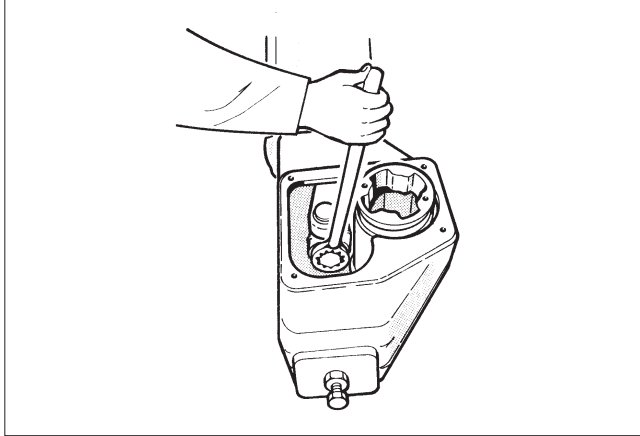

图.8 打开执行机构轴承单元的紧固螺钉
- 拆下外壳盖 (2)。
- 从气缸底座 (6) 上松开轴承单元的紧固螺钉 (29) 和气缸 (31) 的紧固螺钉。如果活塞随螺钉 (29) 转动, 请拆下气缸 (44) 端部并用活塞紧固螺钉 (28) 止转。参见图 8。
- 拆卸外壳盖 (2)。
- 松开轴承单元 (5) 的紧固螺钉 (29)，参见图 8。